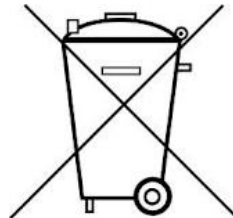

Fig. 5 Montage expérimental RSE avec un oscilloscope
- Brancher la sortie « SIGNAL OUT » de la console de commande au canal 1 de l'oscilloscope et la sortie « FIELD OUT » au canal 2 (cf. Fig. 5).